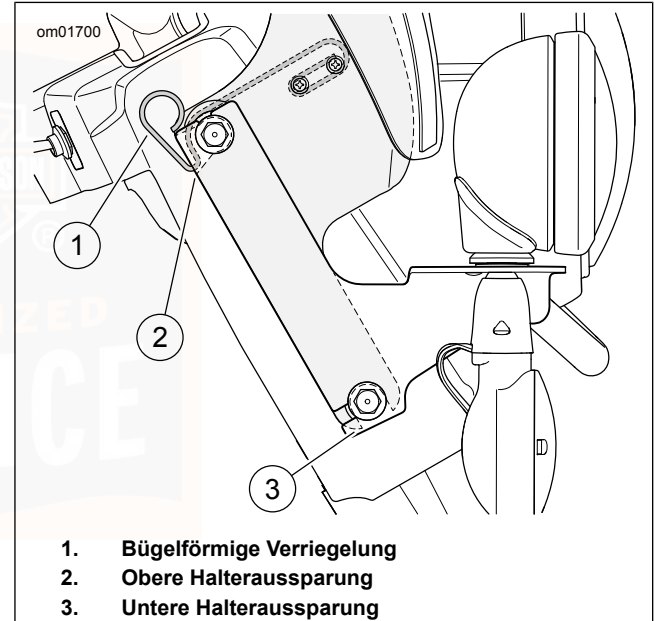

Abbildung 52. Abnehmbare Windschutzscheibe
1. Siehe Abbildung 52. Die bügelförmigen Verriegelungsfedern auf beiden Seiten der Windschutzscheibenhalterung anheben.
1. Siehe Abbildung 52. Den unteren Teil der Windschutzscheibenhalterung fest in die unteren Aufnahmeöffnungen einsetzen.